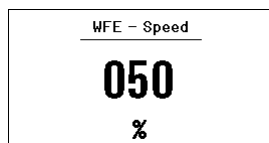

Fig. 35:
La station de soudage WX 1 détecte automatiquement l'appareil auxiliaire raccordé. La station de soudage WX 1 affiche à gauche (interface avant (23), voir fig. 35) ou à droite (interface arrière) le symbole ou le nom de l'appareil auxiliaire raccordé (23/18).